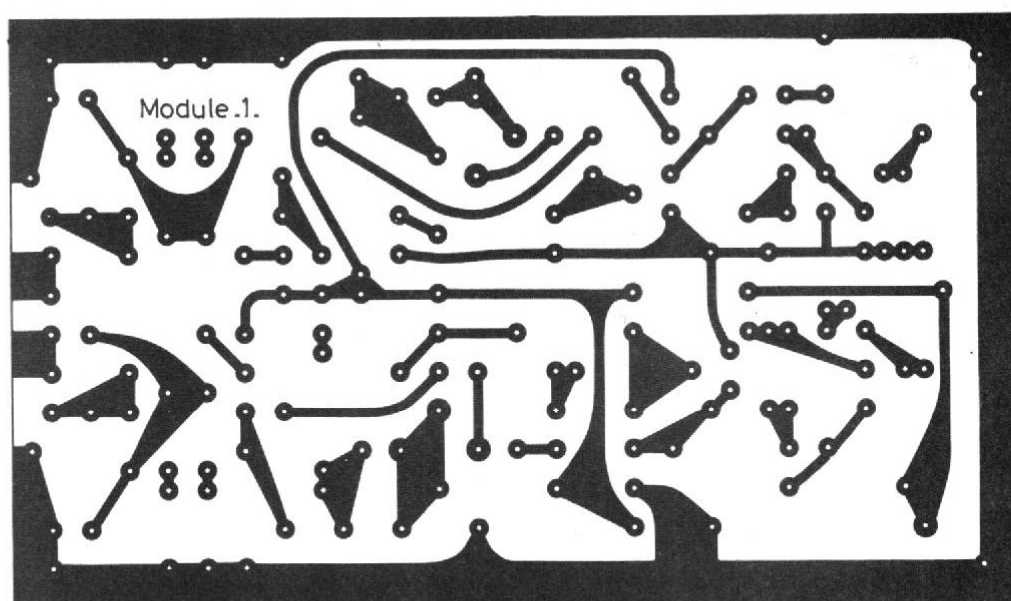

Fig. 21
– figure 21 : préamplis pour 2 voies, côté cuivre. Ce circuit sera reproduit en deux exemplaires, si on construit le commutateur à quatre voies.